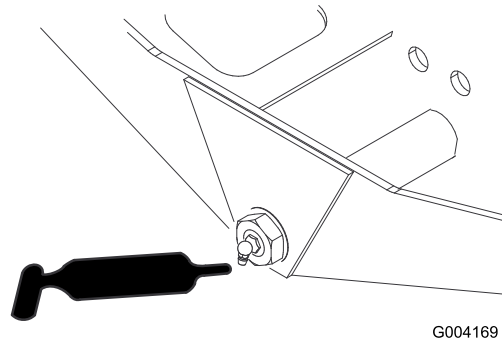

Figura 51
- Pivote de dirección del eje (1) (Figura 51)